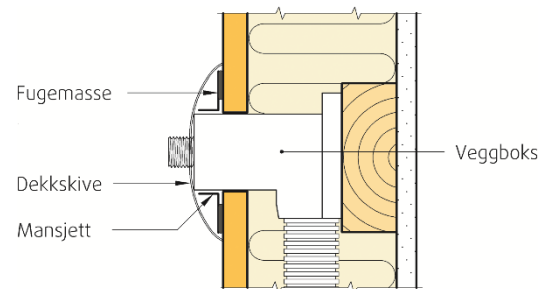

Fig. 3
- Mansjetter som følger med veggbokser limes fast mot baderomspanelet med fugemasse BerryAlloc Wall&Water Sealant, Bostik Silmax Byggfug 2620 eller Casco AquaSeal. Se fig. 3.